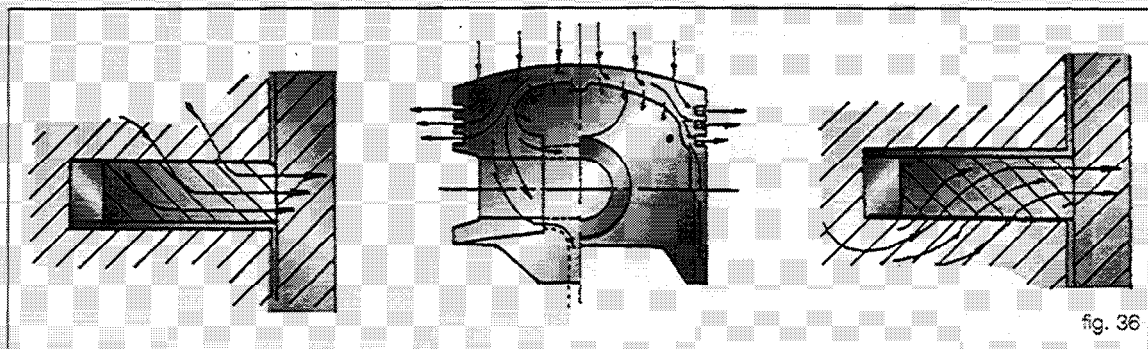

fig. 36
- Transmitir a la biela la fuerza de los gases (hasta 75 bar en motores de gasolina no sobrealimentados y de 140 a 180 bar en los camiones diésel sobrealimentados) (Fig. 36).